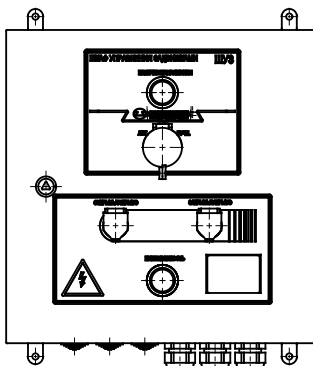

Рисунок 1 – Лицевая сторона ШУЗ
4.1 Корпус шкафа, выполненный из стали, имеет коробчатую форму. К корпусу с помощью петли крепится крышка. Элементы управления, размещённые внутри корпуса, установлены на DIN-рейках. На крышке шкафа расположены органы управления и индикации (рисунок 1). Конструкция шкафа предусматривает его одностороннее обслуживание. Дверь шкафа снабжена замком, открываемым специальным ключом, входящим в комплект поставки.